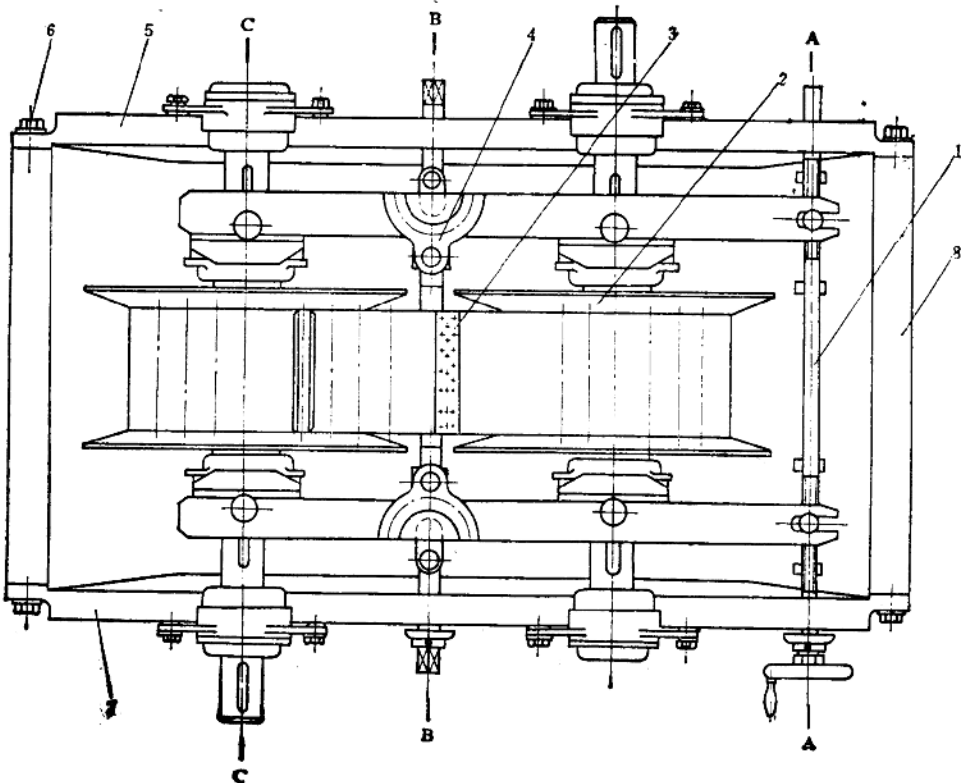
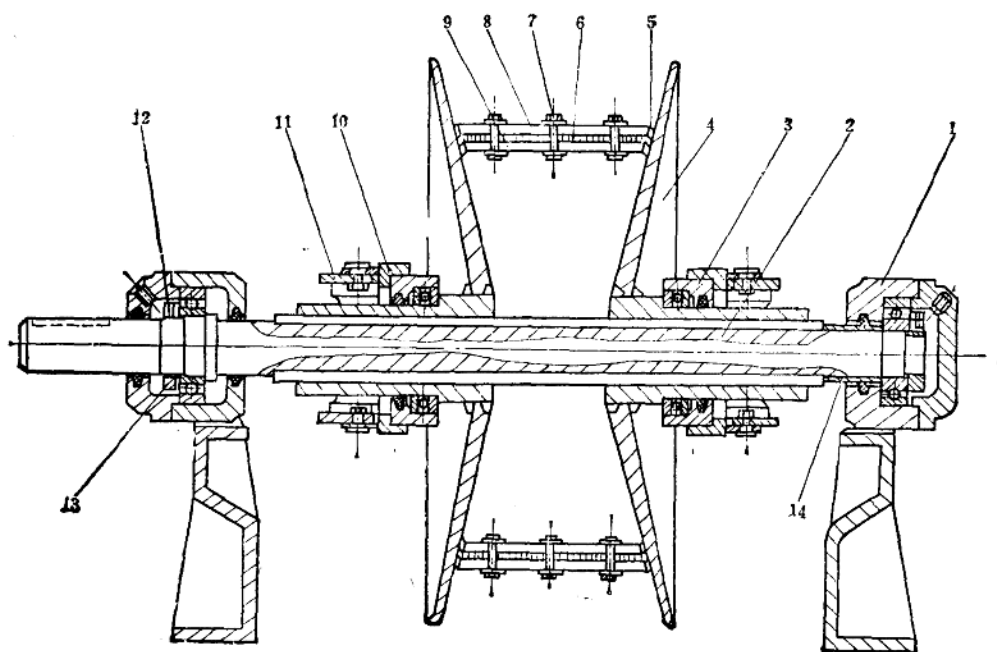
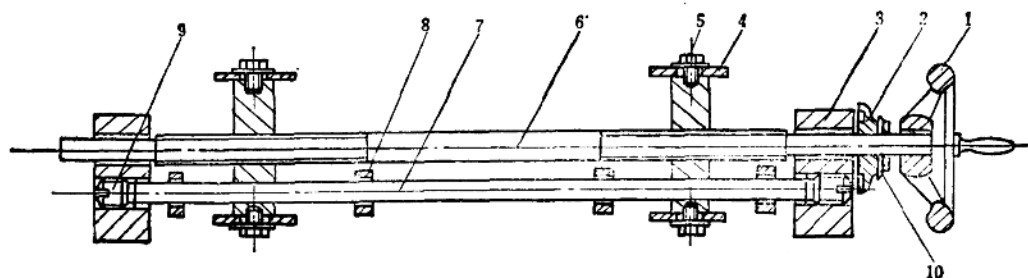
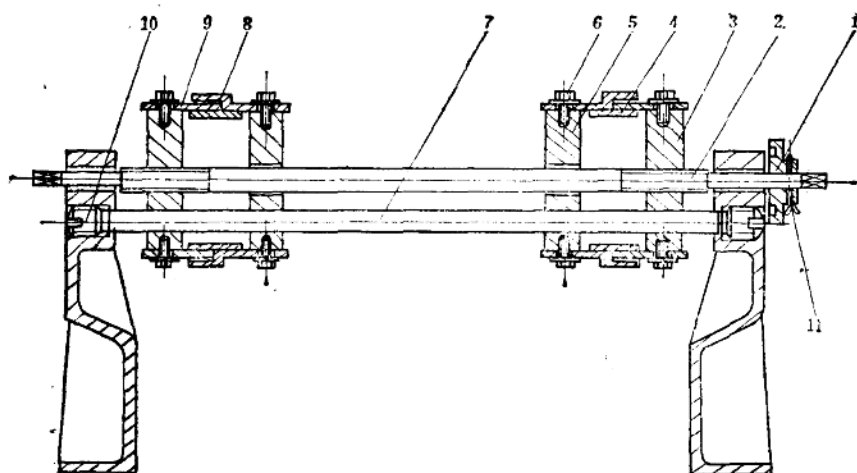

图8-1-8 无级变速器
图8-1-9 锥形摩擦圆盘机构(图8-1-8C-C截面)
图8-1-10 调速机构 (图8-1-8 A—A 截面)
图8-1-11 张紧机构 (图8-1-8 B—B 截面)
⑤ 分别拆下三根轴上的滚动轴承。
⑥ 拆中间轴和输出轴的齿轮时可在压床上将齿轮垫好、摆平使轴与工作台面垂直，然后把轴压出，拆下齿轮。在无压床时，把齿轮摆平放牢后，可用大锤向外打轴，但必须在轴端垫上铜板或软质材料再打，防止将轴头打胀，使轴损坏或无法修复。
2) 无级变速器(图8-1-8) 无级变速器是用来实现铸型输送机各种不同的速度，以适应不同的生产工艺的要求。主要由锥形摩擦圆盘机构(图8-1-9)，调速机构(图8-1-10)和张紧机构(图8-1-11)等组成。